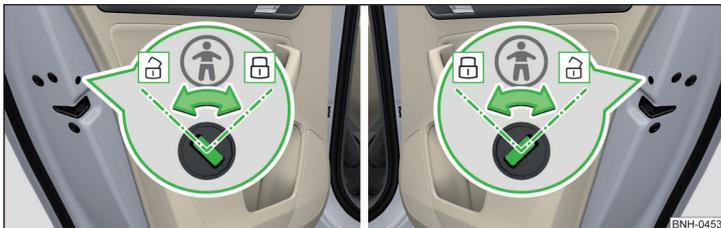

Abb. 51 Hintertür: Kindersicherung ein- / ausschalten
- Zum **Einschalten** die Sicherung mit dem Fahrzeugschlüssel in die Position  drehen » **Abb. 51**.